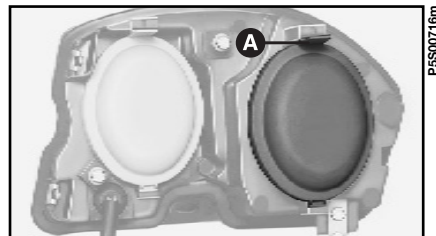

fig. 12
1) Togliere il coperchio di protezione tirando verso il basso la linguetta **A**-fig. 12.